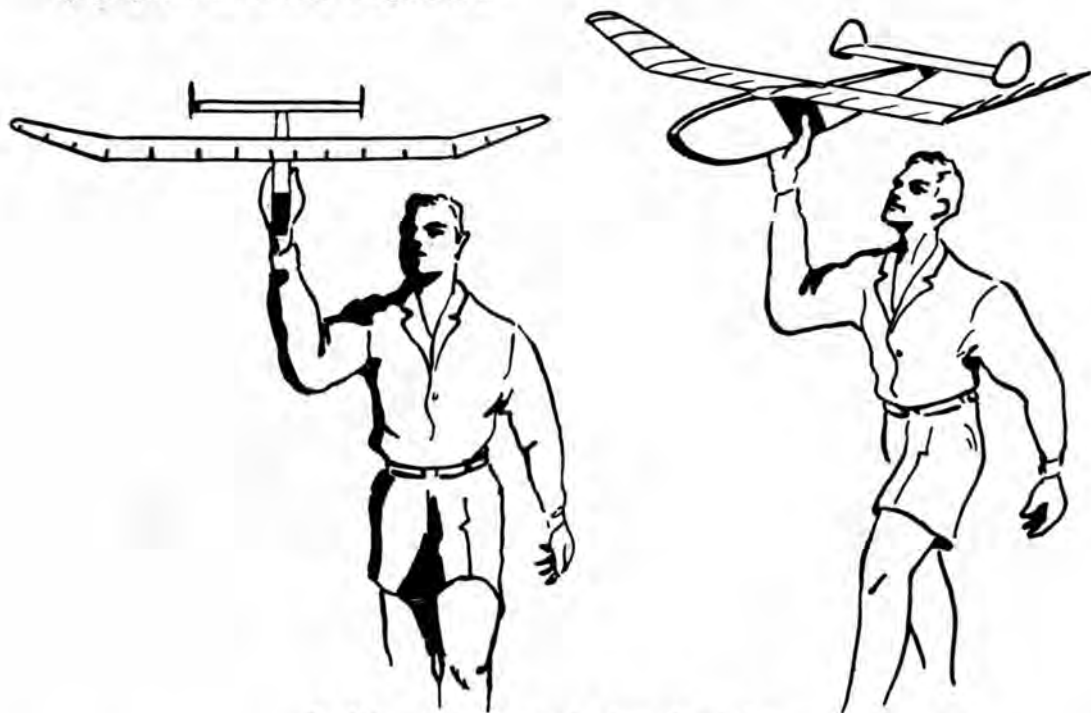

Fig. 148. — Tenue correcte du planeur lors du lancer.
- a) tenu dans sa **position d'équilibre** ; (fig. 148)